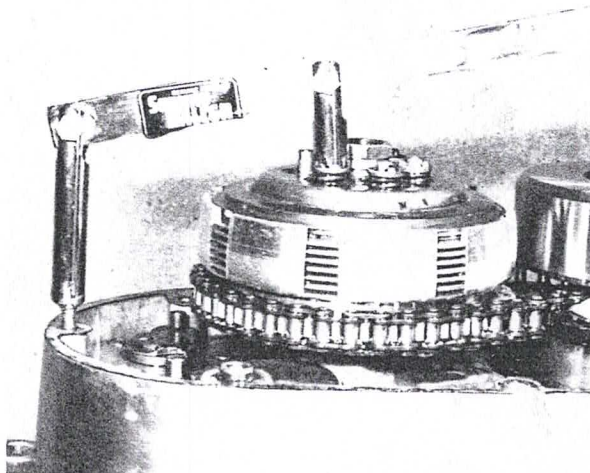
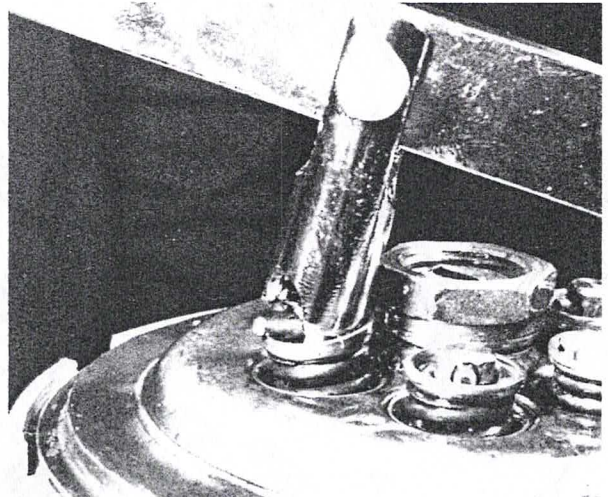

Bild 27
Bild 28
- Die Kupplungsfedern zusammendrücken, am besten mit dem Spezialwerkzeug, das diese Arbeit sehr erleichtert (Bild 27). Die Federn nacheinander zusammendrücken und den Stift herausziehen (Bild 28). Federteller und Feder ausbauen. Den Vorgang an allen fünf Federn wiederholen.